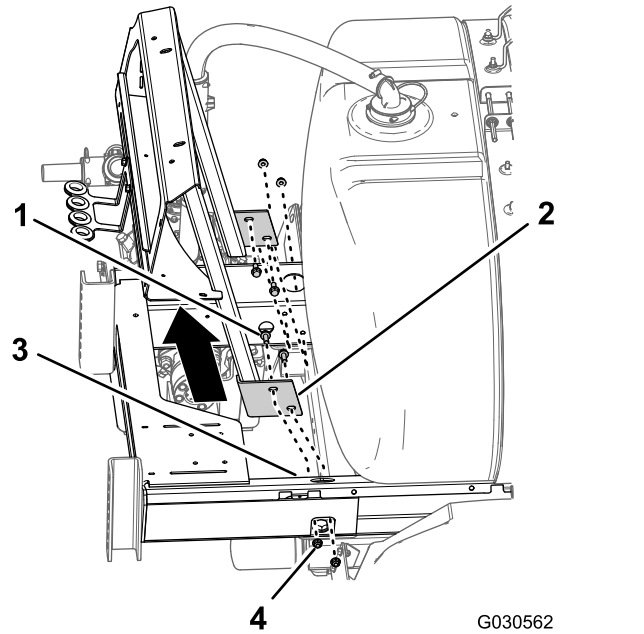

图 99
3. 拧下将歧管安装架法兰固定至打药车底盘框架上的 4 个凸缘头螺栓 3/8 x 1 英寸和 4 个凸缘锁紧螺母 3/8 英寸然后从机器中取下歧管安装架 图 99。